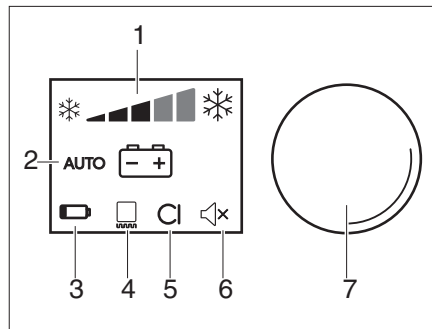

Fig. 325 Boutons de commande pour le réfrigérateur (Dometic Série 10)
- Régler la température de réfrigération avec le bouton tournant (Fig. 325,7).
- Appuyer sur le bouton de commande (Fig. 325,7) pendant 4 secondes. Le réfrigérateur est coupé.